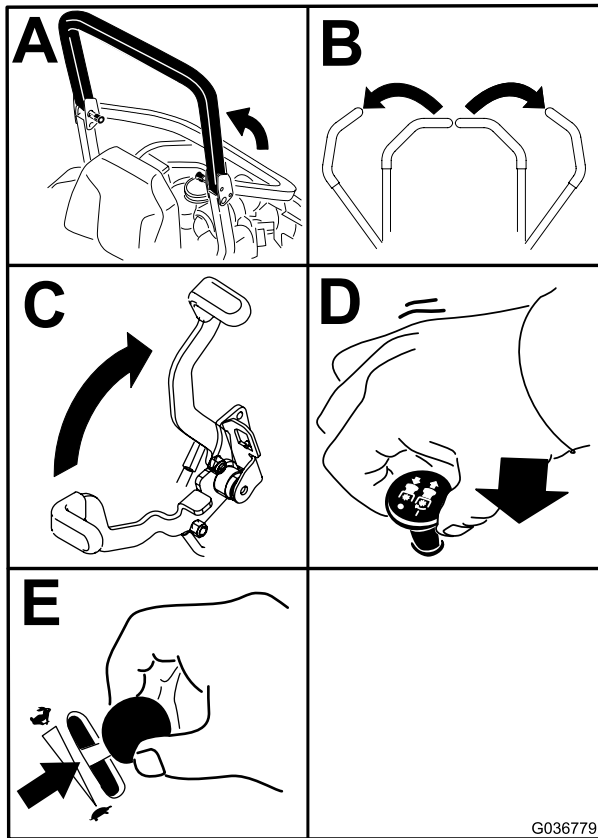

Figure 20
4. Placez la commande des lames (PDF) en position DÉSENGAGÉE (Figure 20).